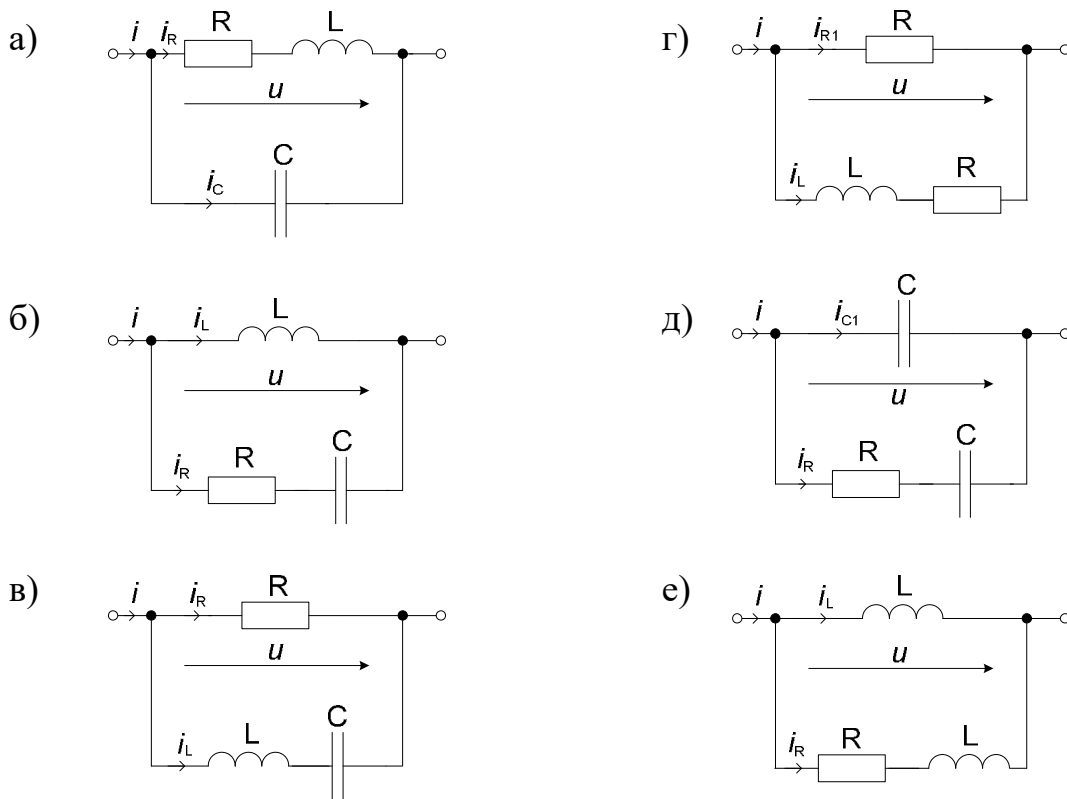

Рис. 64. Электрические схемы (задание 4)
1. Для электрической цепи (рис.64) выполнить задание, указанное в табл. 10 (параметр  $G$ -проводимость элемента) и построить векторную диаграмму токов и напряжений.